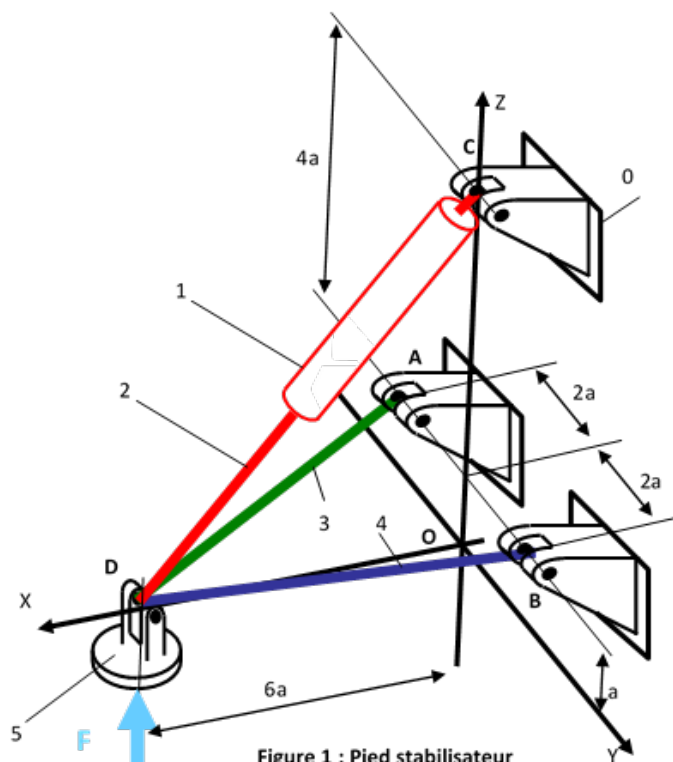

Figure 1 : Pied stabilisateur
On s'intéresse à un pied stabilisateur d'un engin de chantier. La figure 1 représente l'un des 4 pieds stabilisateurs d'un engin de chantier. Chaque pied est composé d'un patin (5), de deux barres (3) et (4) et d'un vérin hydraulique (1+2) (1 = corps, 2 = piston). Les barres sont articulées en A et B sur le bâti (0) de l'engin et en D sur le patin. Toutes les liaisons sont considérées comme des liaisons rotules et la liaison en D est commune aux pièces (2), (3), (4) et (5). On considérera dans la suite de l'exercice que le vérin (1+2) forme un solide unique.